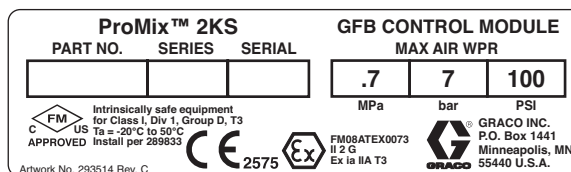

図 1。GFB Interface Module 識別ラベル
Gun Flush Box Interface Kit 15V534 は、ProMix 2KSRoboMix プロポーショナルによる一個あるいは二個のガンフラッシュボックスの操作を可能とする電気およびエア接続を提供します。識別ラベルについては図 1 を参照してください。
ケーブル (23) が RoboMix に届くように、RoboMix から 15 ft (4.5 m) になるようにガンフラッシュボックスモジュールエンクロージャー (1) を設置して下さい。このモジュールは危険な場所での使用を認められています。図 1 を参照してください。